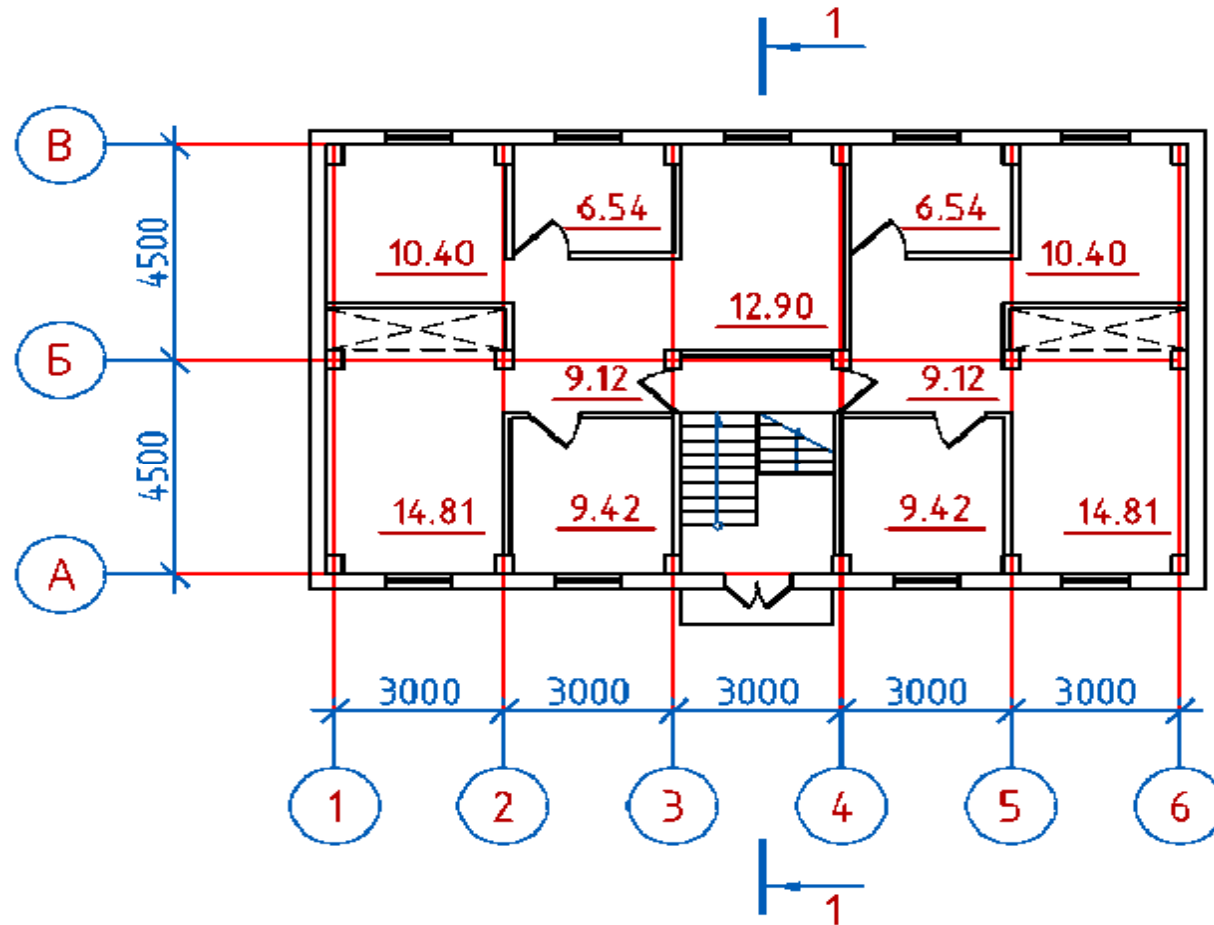

Рис. 5. План односекционного жилого дома
6. Определить конструктивную схему каркасно-панельного здания по рис. 5. Выполнить схему расположения элементов перекрытия и классификацию.